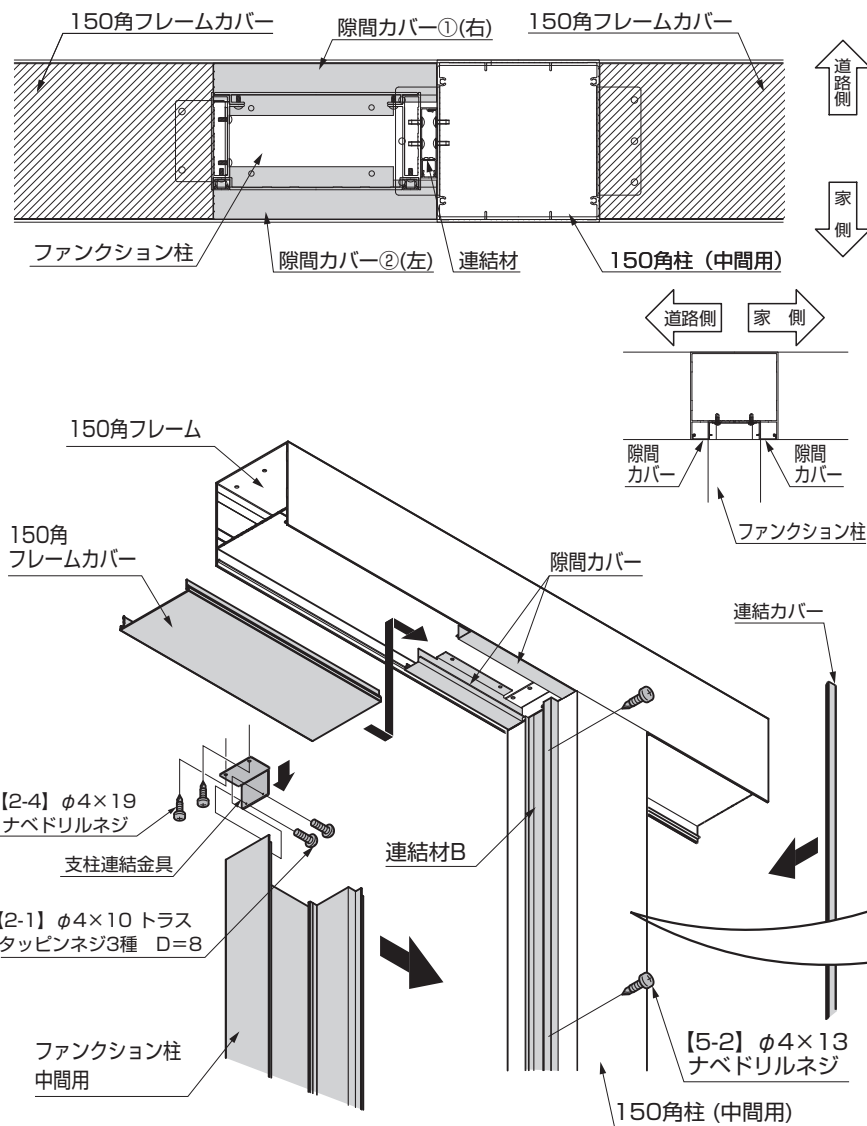

図8-10
- ① 150度柱(中間用)を150度フレームに取付けてください。
- ② ファンクション柱に、[2-1]で支柱連結金具を取付けてください。(図8-10参照)